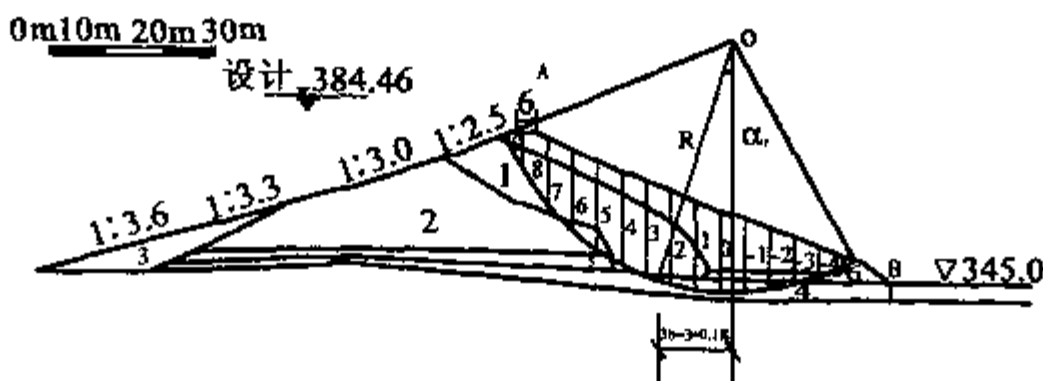

图 5-10 瑞典圆弧法计算简图
圆心以下的为 0 号土条, 向上游依次为 1, 2, 3, ...; 向下游依次为 -1, -2, -3, ...。为简化计算, 土条宽度取 $b = 0.1R$ 。各土条底面中点和圆心的连线与通过圆心的铅直线之间夹角为 α_i , 如图 5-10 所示, 则:
3) 在 AutoCAD 环境中, 量出图 5-10 中各土条中心线上的各段高度。